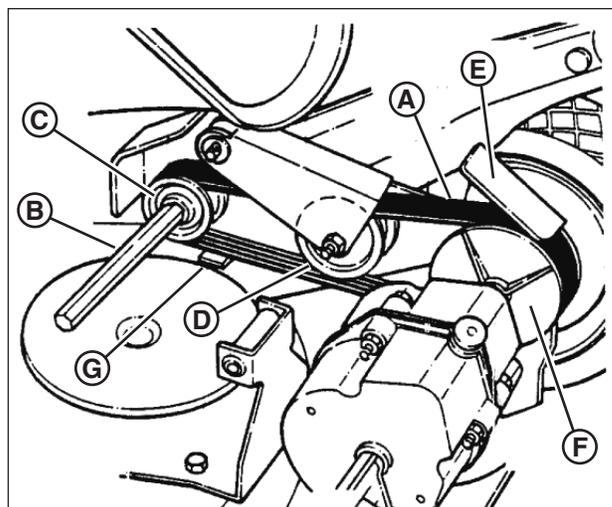

Figure 35: Parcours de la courroie en V
- Placez la courroie en V (**A, Figure 35**) autour de l'arbre hexagonal (**B**) puis sur la poulie d'entraînement (**C**).